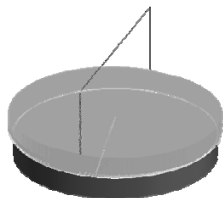

图 3-26 生成刀具轨迹
2) 单击右键后，系统提示“干涉检查面”，直接单击右键即可。单击右键后系统提示“拾取加工边界”，再单击鼠标右键确认，系统开始计算，稍后得出刀具轨迹如图 3-26 所示。